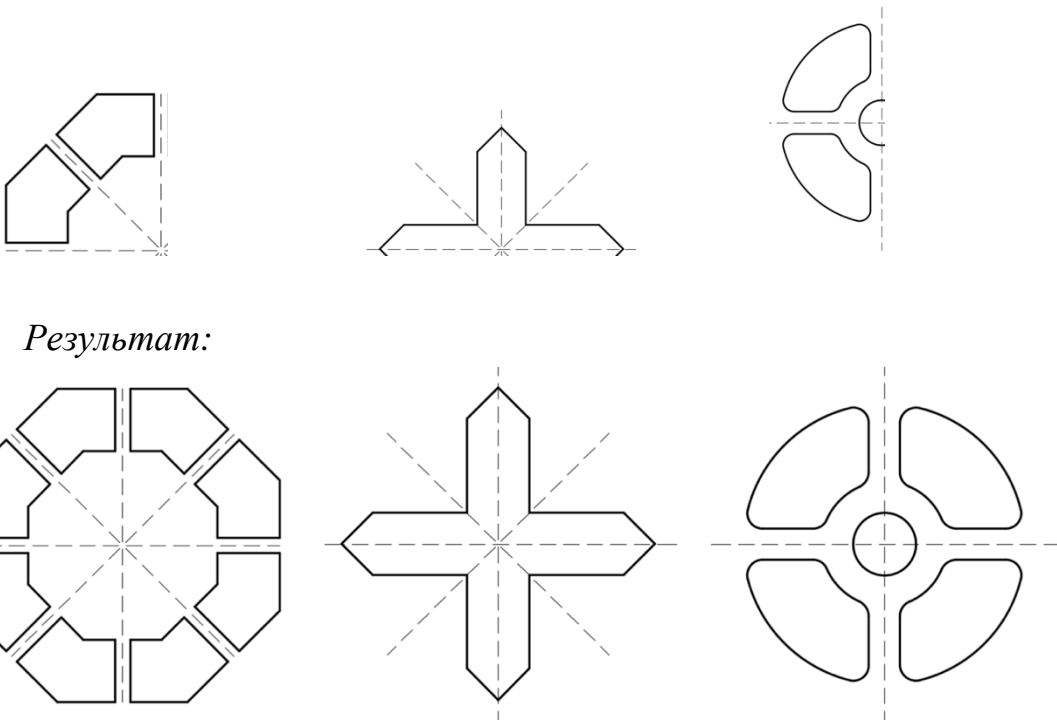

Рис. 14
5. Здійснити дзеркальне відображення об'єктів (рис. 14).